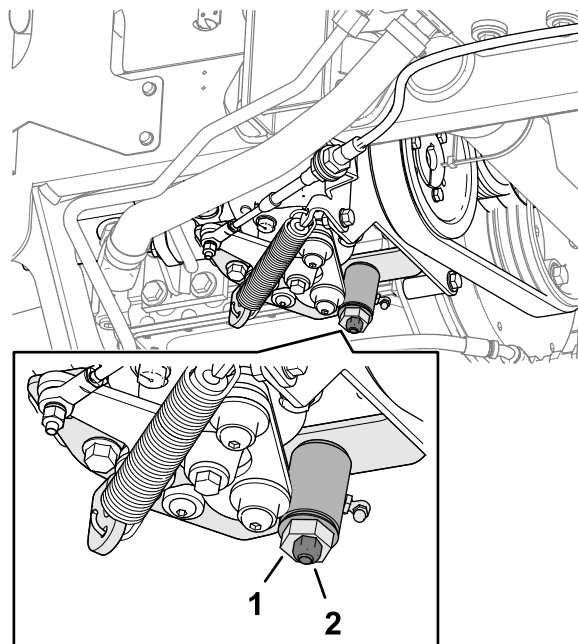

Figure 72
3. Desserrez le contre-écrou de la came de réglage de la transmission (Figure 72).